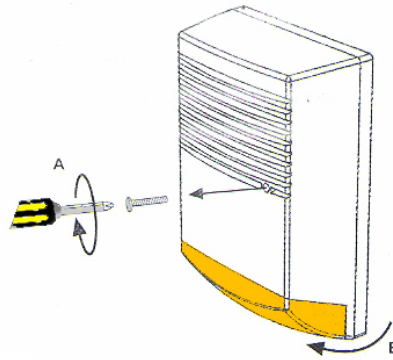
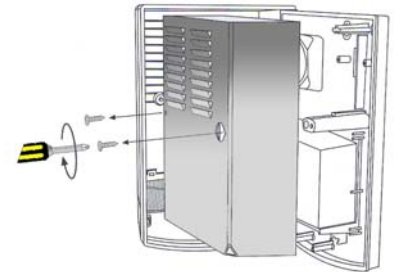

Fig. 1
Fig. 2
3. Aprire la sirena svitando la vite anteriore (fig.1) e rimuovere la placca metallica (fig.2)